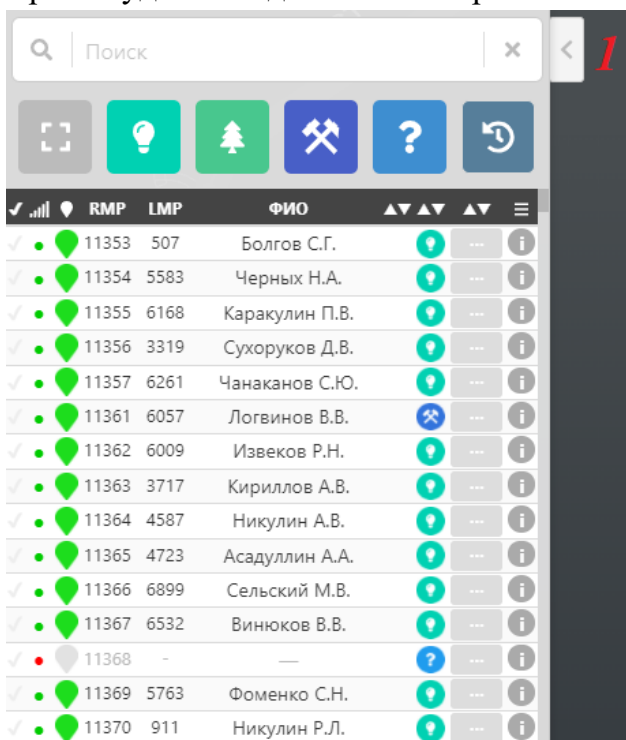

Рисунок 12 - Окно поиска и фильтрации персонала
2.7.1. При нажатии на кнопку 1 (рисунок 12), либо при вводе текста в поле поиска, в левой части экрана будет выведен список персонала.